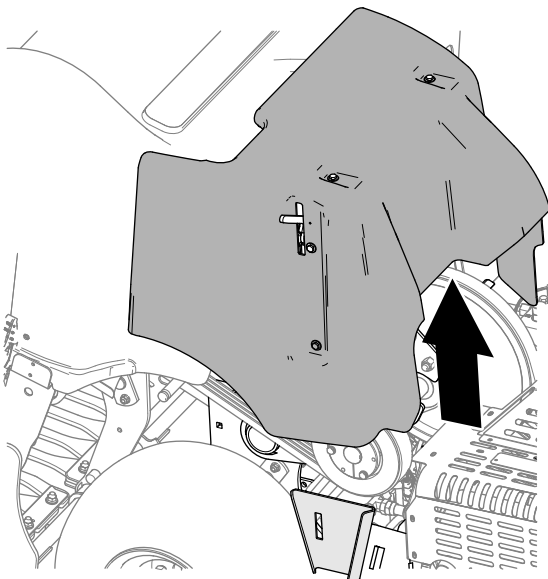

Bild 143
3. Heben Sie die Riemenabdeckung von der Maschine ab (**Bild 143**).